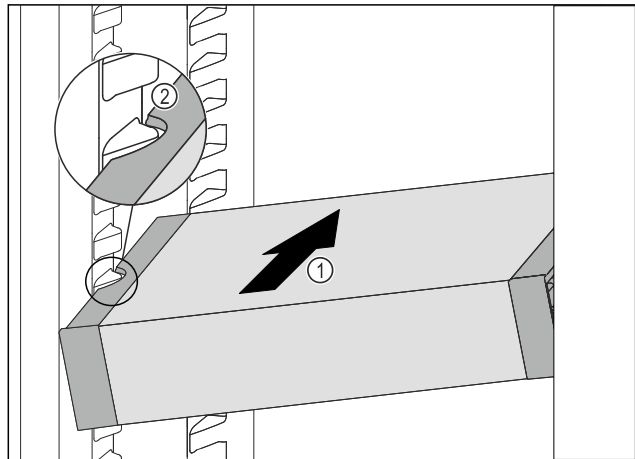

Fig. 76
- ▶ VarioSafe schräg in das Kühlteil einschieben Fig. 76 (1), bis sich die seitlichen Aussparungen Fig. 76 (2) des VarioSafes auf Höhe der Behälterrippe im Kühlteil befinden.